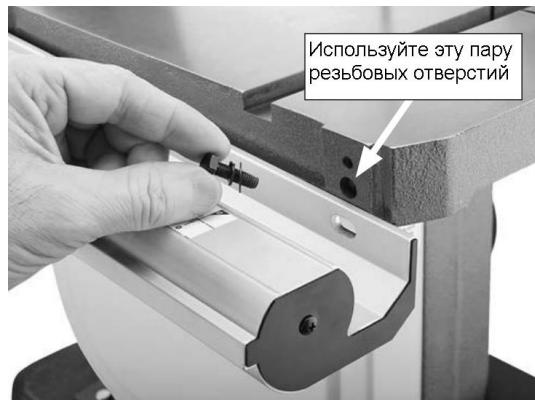

Рисунок 10
- Прикрепите заднюю направляющую упора к столу с помощью двух черных винтов M6x16 (см. рисунок 10).
Рисунок 10а